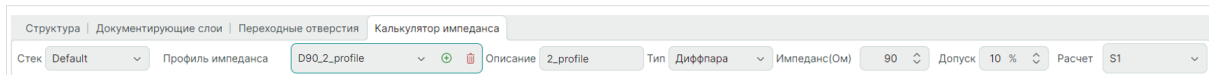

Рис. 44 Область выбора и настройки параметров профиля импедансов
2. В верхней области вкладки внесите необходимые настройки. Часть настроек аналогична настройкам для одиночной линии передачи, см. Рис. 44: